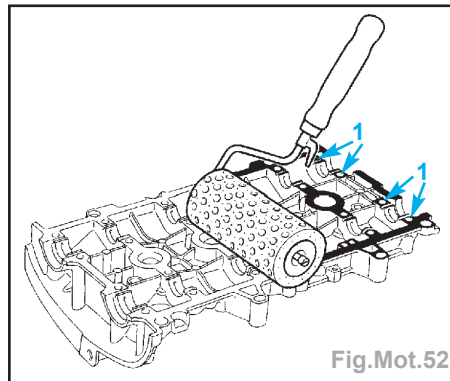

Fig.Mot.52
- Appliquer à l'aide d'un rouleau (à crépi) de la **Loctite 518** sur le plan de joint jusqu'à ce qu'il soit rougeâtre (Fig.Mot.52).